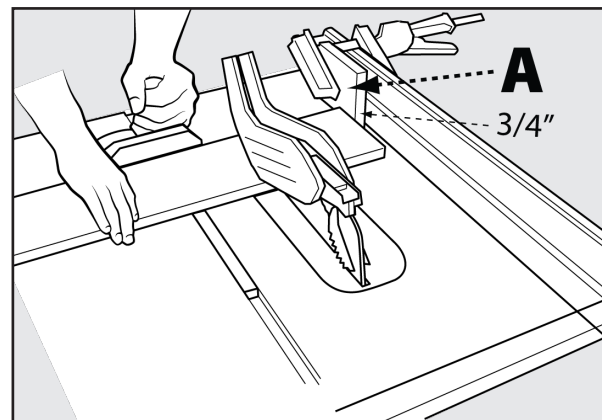

FIGURA 25
Al realizar cortes transversales en varias piezas a la misma longitud, puede sujetar un bloque de madera (A) (consulte la Figura 25) a la guía y usarlo como un calibre de corte. El bloque (A) debe medir al menos 3/4 de pulgada (19 mm) de grosor para evitar que la pieza que está cortando se atasque entre la hoja y la guía. Después de determinar la longitud del corte, enganche la guía y utilice el medidor de inglete para empujar la pieza de trabajo hacia la hoja.